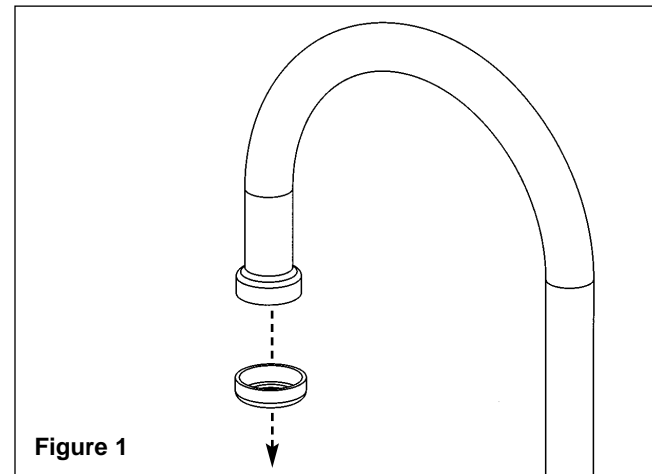

Figure 1
1. Dévisser l'aérateur en place sur le bec du robinet (voir Figure 1).